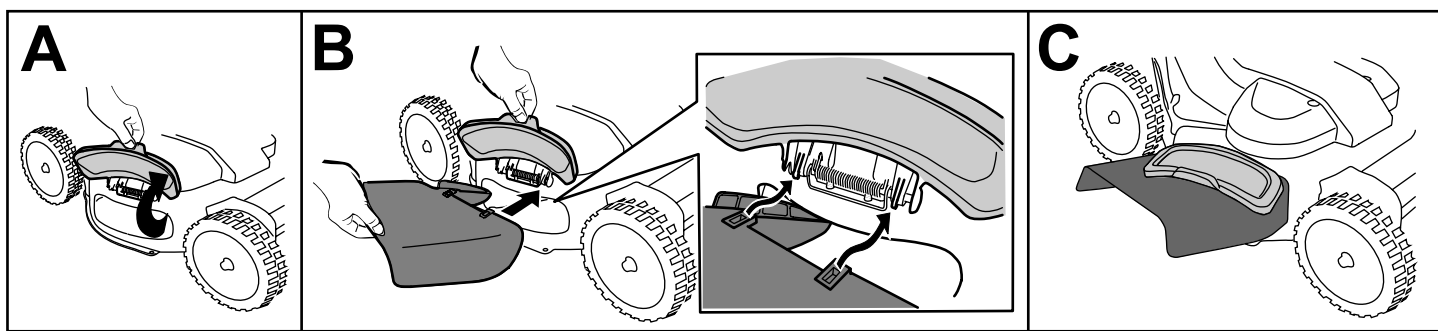

Figura 22
1. Levante la puerta de descarga lateral (Figura 22, A).
2. Instale el conducto de descarga lateral y cierre la puerta sobre el conducto (Figura 22, B y C).